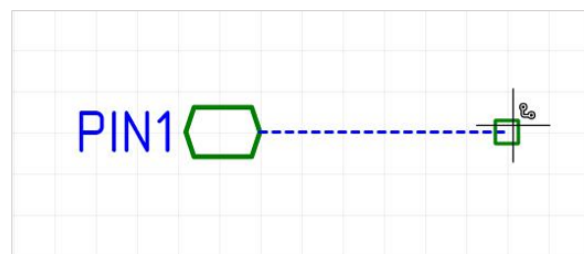

Рис. 266 Размещение цепи от порта
- Разместите порт на схеме, см. Рис. 266. Положение порта будет зафиксировано, после этого активируется размещение цепи/шины. Размещение цепи/шины осуществляется стандартными способами.